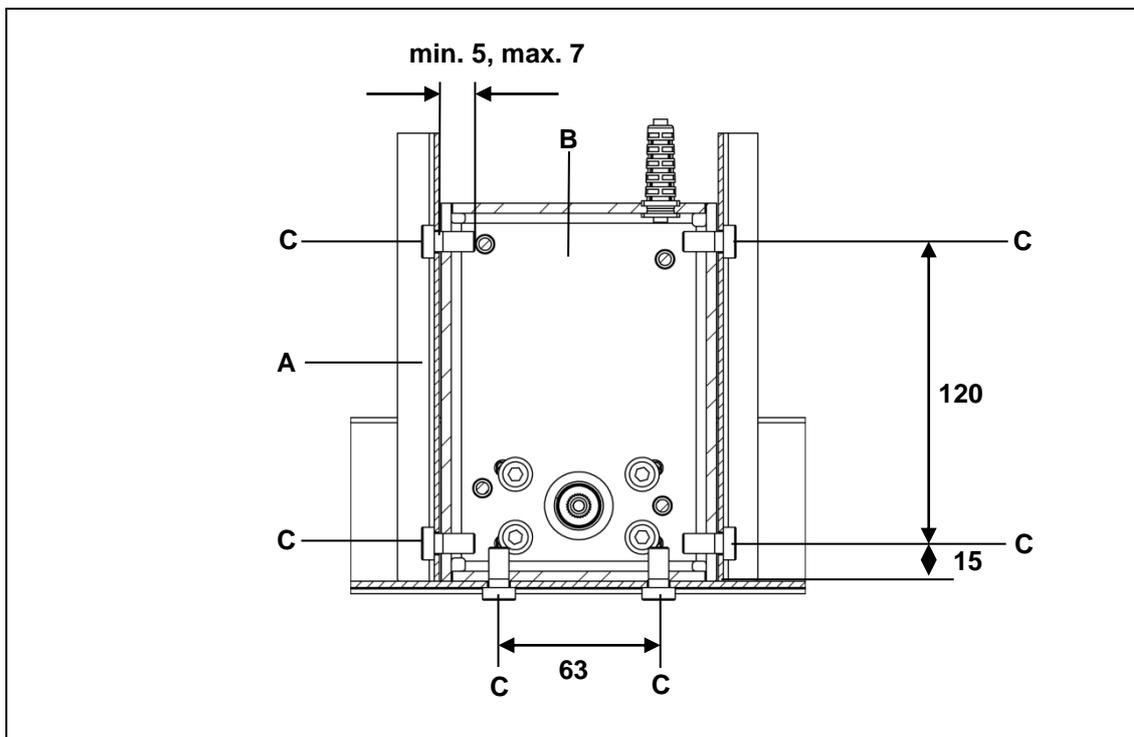
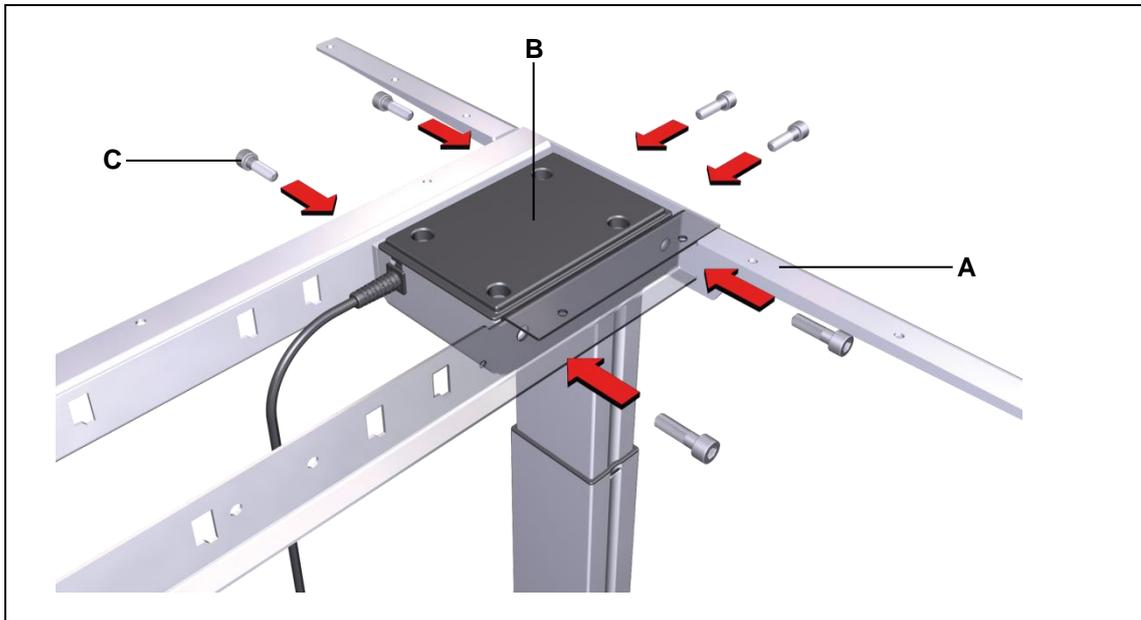

Abbildung 9 Montage Tischrahmen (Angaben in mm)
Abbildung 10 Montage Tischplatte
- ▶ Verwenden Sie Schrauben M8 (Festigkeitsklasse 8.8), wie in Abbildung 9 gezeigt. Das Anzugsdrehmoment darf 20 Nm betragen.
- 1 Legen Sie den Tischrahmen mit den Bohrungen über die Hubsäule und verschrauben Sie den Tischrahmen mit sechs Schrauben an das Motorgehäuse der Hubsäule, wie in Abbildung 10 gezeigt (Anzugsdrehmoment 20 Nm). Die Montagemaße entnehmen Sie Abbildung 9.